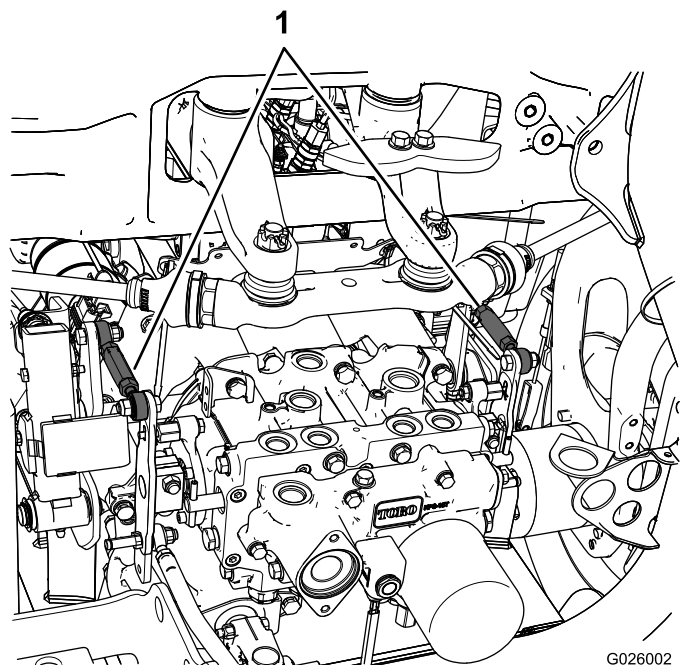

Figura 49
- Se la ruota posteriore sinistra gira, allentate i controdadi sull'asta di comando della trasmissione sinistra (Figura 49).